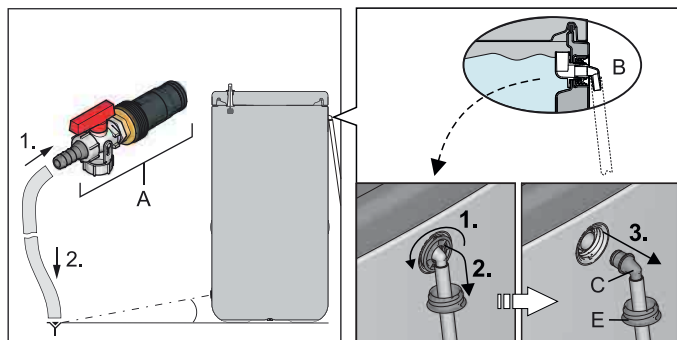

Fig. 5-1 Montare il tubo di scarico
- Collegare il tubo di scarico al rubinetto di riempimento e scarico (KFE BA,  16 52 15) (fig. 5-1, pos. A) e posarlo su un punto di scarico almeno all'altezza del pavimento.